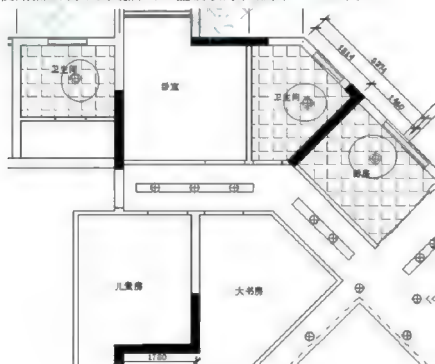

图 8-18
**步骤 4：**使用插入块工具插入三盏吸顶灯，如图 8-18 所示。